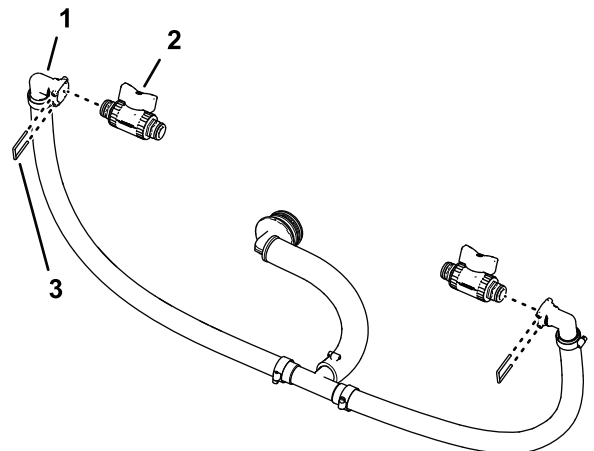

图 92
1. 如图 92 所示从 90° 快速连接接头卸下卡环。
2. 将切断阀装入快速断开接头槽图 92。
4. 将在卸下喷洒臂段旁通软管 (页码 26) 的步骤 1 中卸下的切断阀和卡环组装到另一个快速断开接头槽中图 92。